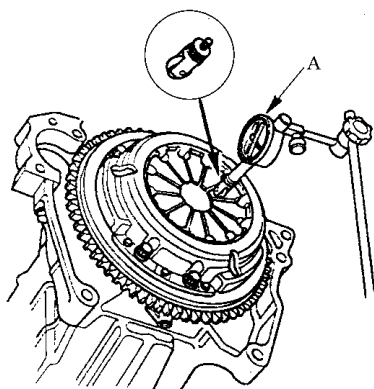

图 4-14 测量膜片弹簧高度
- 1) 如图 4-14 所示，使用百分表来检查膜片弹簧指针的高度。如果高度超过维修极限，则更换压板。压板标准值：最大 0.8mm。维修极限：1.0mm。